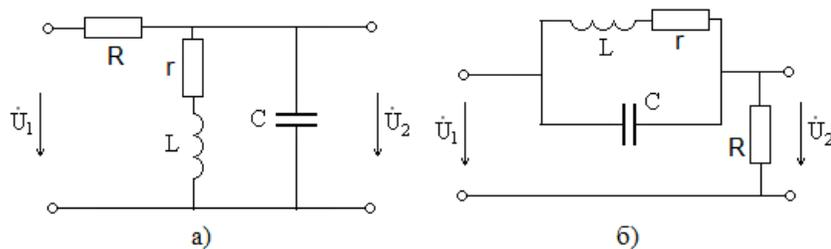

Рис. 27
4. В программе MicroCAP получите частотные характеристики резонансных цепей, показанных на рис. 27.
Представьте в отчете графики АЧХ, максимум АЧХ в цепи рис. 27а и минимум АЧХ в цепи рис. 27б, **умноженные на 1000**, введите в АККОС, **тема 28, ответы 3 и 4 соответственно**.